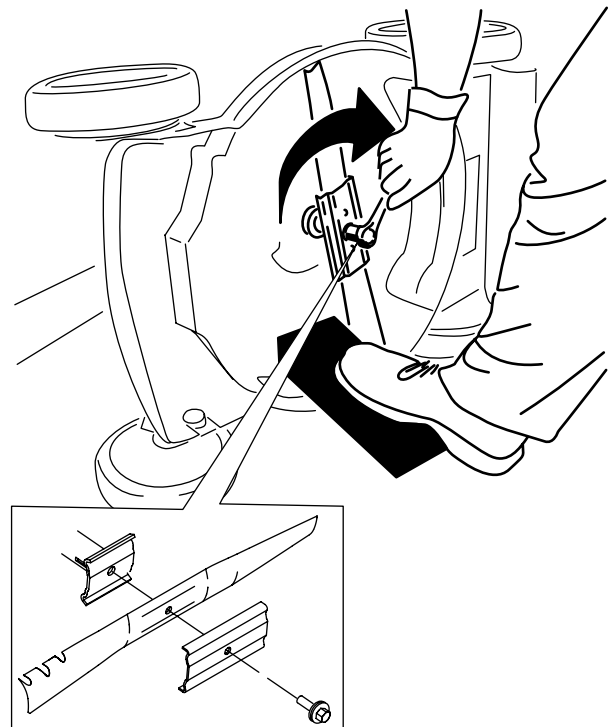

Figura 21
4. Instalați lama nouă și toate elementele de montare (Figura 21).